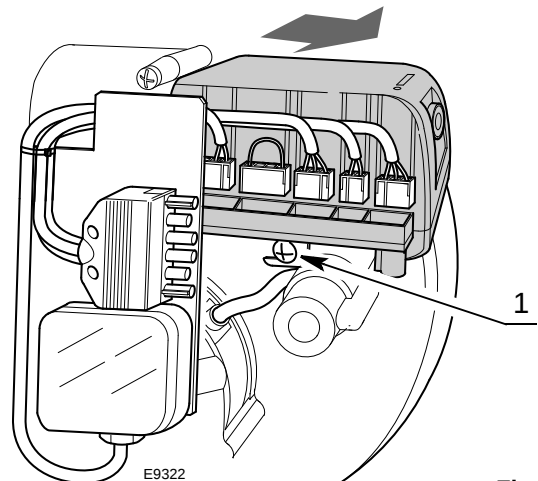

Fig. 17
- débrancher tous les connecteurs qui y sont reliés, la fiche à 6 pôles, les câbles de haute tension et le fil de terre (TB);
- dévisser la vis 1)(Fig. 17) et tirer l'appareil dans le sens de la flèche.
- visser la vis 1)(Fig. 17) avec un couple de serrage de $1 \div 1,2$ Nm;